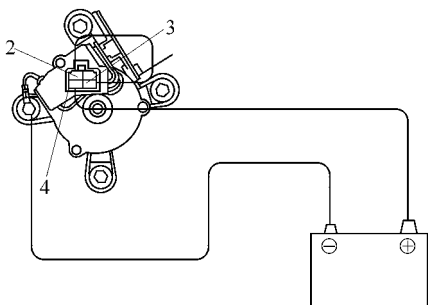

图 18-103 负极导线连接到电动机壳体上
②连接端子 2 和 3，然后将正极 (+) 导线从蓄电池连接到端子 4，负极 (-) 导线连接到电动机壳体上，如图 18-103 所示。检查电动机在再次运转后是否停止在停止位置。